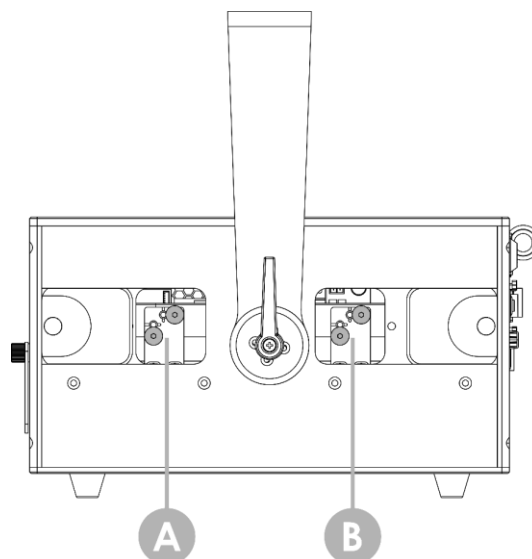

Fig. 18
- 04) Gire los **tornillos de alineación del rayo láser (A)** y **(B)** para ajustar las posiciones horizontal y vertical de los rayos rojo y azul (véase la Fig. 18):
- **tornillos de alineación del rayo láser (A)** – color rojo
- **tornillos de alineación del rayo láser (B)** – color azul
- 05) Una vez alineados los rayos, deslice las 2 **placas de cubierta (02)** hacia el centro del dispositivo para cerrar el acceso a los **tornillos de alineación del rayo láser (A)** y **(B)**.
- 06) Empuje y gire los 2 **tornillos de ajuste de la placa de cubierta (03)** en sentido horario para apretarlos. Asegúrese de que no queden excesivamente apretados.